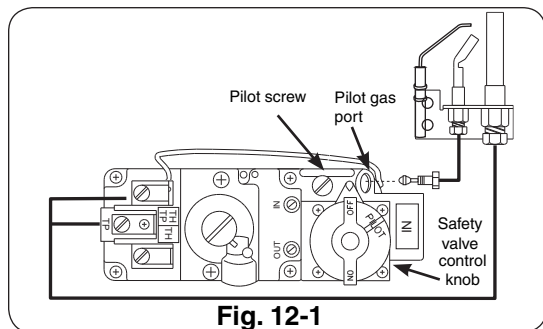

Fig. 12-1
Pour lire le bouton de commande de soupape de sûreté (Fig. 12-1) lisez l'indicateur formé par larme la plus proche en métal d'inscription.
2. Si l'ajustement est nécessaire, (Fig. 12-1) tournez la vis d'approche de gaz dans le sens contraire des aiguilles d'une montre pour augmenter la flamme pilote, ou pour diminuer dans le sens des aiguilles d'une montre la flamme pilote.